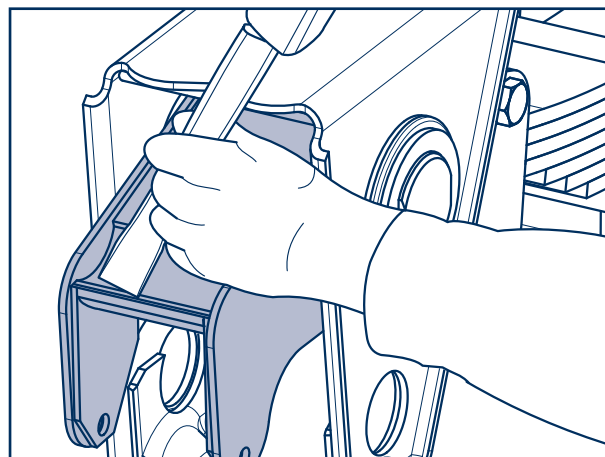

Fig. 3
- [3] Bei angeschweißten Haltern (Federgleitstücke) die oberen Schweißnähte abmeißeln oder abschleifen (Fig. 3).
- [3] With welded supports (spring slides), chisel or grind off the upper weld seams (Fig. 3).
- [3] Pour les supports soudés (pièces de glissement des ressorts), enlever les cordons de soudure supérieurs au burin ou par meulage (fig. 3).